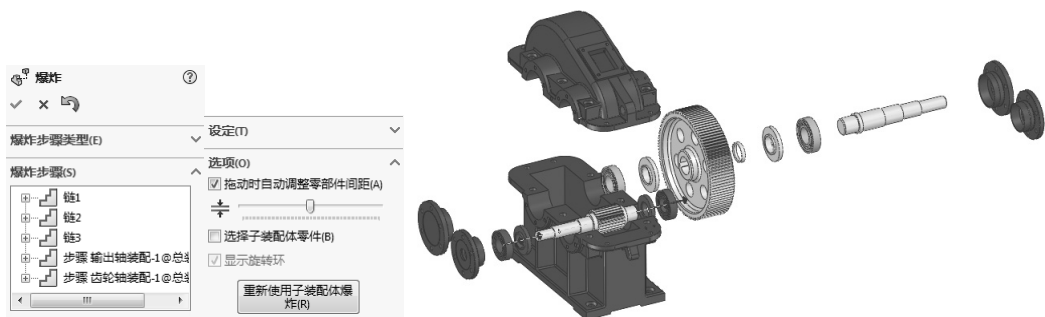

图 6-66 直接使用子装配体的爆炸视图 2
STEP 8 同“步骤 7”，选择“齿轮轴装配”子装配体，单击“爆炸”属性管理器底部的“重新使用子装配体爆炸”按钮，使用此子装配体的爆炸视图，如图 6-66 所示。